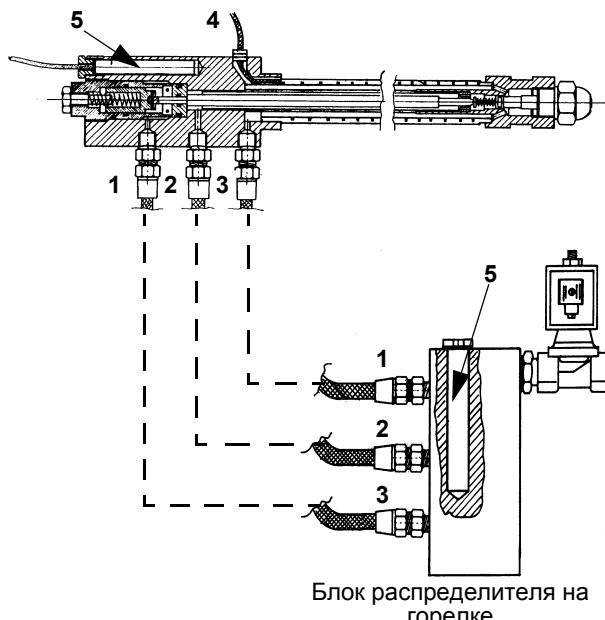

Рис. 21
- Открутить мазутные соединительные детали Е, которые крепят мазутные шланги к фурме, и снять последностью весь узел, как показано на Рис. 21.